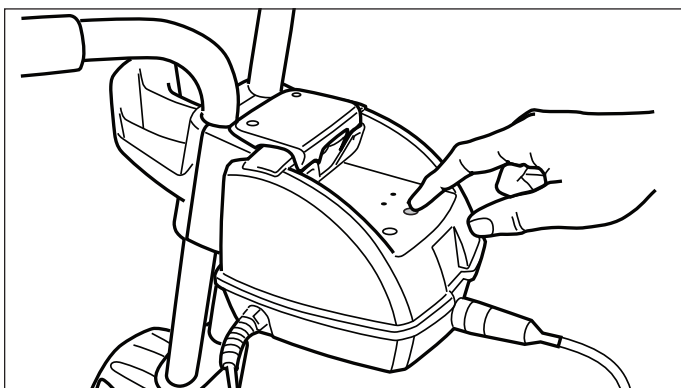

Figure 19. Démarrer le nettoyeur
- Démarrer le nettoyeur en appuyant sur le bouton qui active le programme de nettoyage choisi (voir Figure 19). Le « Cycle I » de nettoyage est le cycle de nettoyage principal pour les piscines creusées.